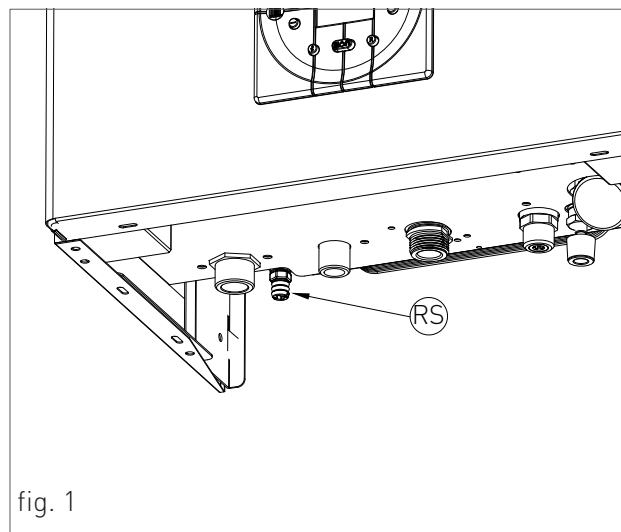

fig. 1
- › ruotare il rubinetto di scarico dell'impianto 'RS' (fig. 1);
- › quando tutta l'acqua è defluita, chiudere le valvole di sfiato dei radiatori ed il rubinetto di scarico dell'impianto 'RS' (fig. 1).